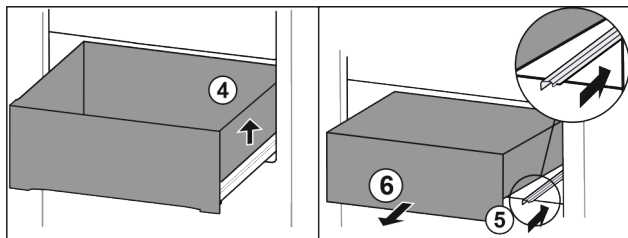

Fig. 15*
- ▶ Lade rechts optillen Fig. 15 (4).*
- ▶ Rechter rail erin schuiven Fig. 15 (5).*
- ▶ Lade er naar voren uitnemen Fig. 15 (6).*